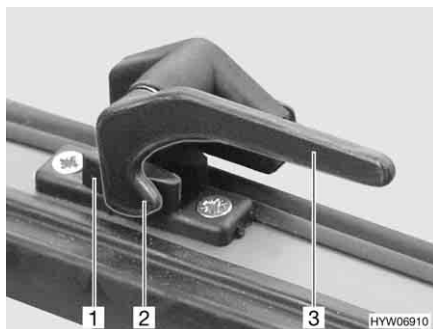

Fig. 7 Leva di serraggio in posizione "Chiuso"
- Ruotare la leva di serraggio (Fig. 7,3) di un quarto di giro verso il centro della finestra.
- Ruotare la leva di serraggio (Fig. 7,3) di un quarto di giro verso il telaio della finestra. Il nasello di chiusura (Fig. 7,2) si trova sul lato interno della chiusura della finestra (Fig. 7,1).
- In posizione "Completamente chiusa" (Fig. 7)